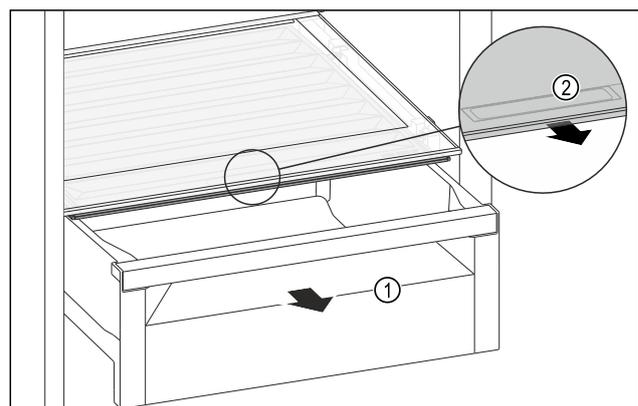

Fig. 103
- ▶ Schubfach Fig. 103 (1) herausziehen.
- ▶ Griffmulde Fig. 103 (2) am Fachdeckel anfassen und Fachdeckel gleichzeitig nach vorne ziehen.